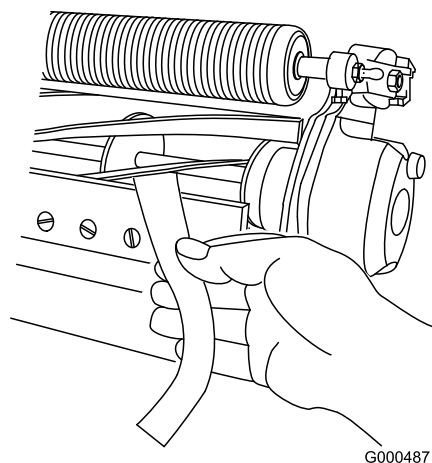

Figure 13
10. Contrôlez la performance de coupe en insérant une longue bande de papier de performance de coupe (réf. Toro 125-5610) entre le cylindre et la contre-lame, perpendiculairement à la contre-lame (Figure 13). Faites tourner **lentement** le cylindre en avant ; il devrait couper le papier.